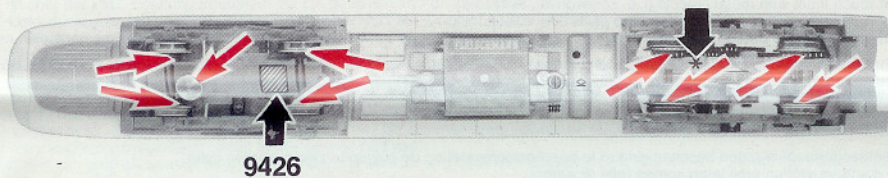

Fig. 9
* Dieser Stern bezeichnet nach Norm NEM 621 die masseführende "gemeinsame Seite" der Lok (Fig. 9).
An der markierten Stelle kann der **Schaltmagnet 9426** eingebaut werden (Fig. 9).
* This star indicates the "common side" of the loco conforming to the standard NEM 621 (fig. 9). The indicated point can be used for locating the **switching magnet 9426** (fig. 9).
* Cette étoile désigne, d'après la norme NEM 621, le "côté commun" de la version la plus courante de la loco (fig. 9).
L'aimant permanent 9426 peut être monté à l'endroit indiqué (fig. 9).
* Dit sterretje betekent dat de loc naar **NEM-norm 621** de "massa-kant" aan de gemeenschappelijke zijde heeft (fig. 9). Op de gemerkte plaats kan de **schakelmagneet 9426** gemonteerd worden (fig. 9).
* Denne stjerne betegner den masseførende (stel) "fællesside" af lok'et (fig. 9).
Kontaktmagneten 9426 kan monteres på det markerede sted (fig. 9).
* L'asterisco indica secondo normal NEM 621 la "parte comune" di conduzione massa della locomotiva (fig. 9). Sul posto segnato può essere installato il **dispositivo di comando 9426** (fig. 9).